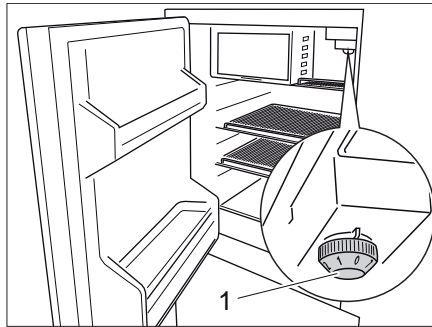

Fig. 229 Elementos de mando en el frigorífico
**Conectar:** ■ Girar el regulador de temperatura (Fig. 229,1) a la derecha. El aparato está conectado.
**Desconectar:** ■ Poner el regulador de temperatura (Fig. 229,1) en "0".
**Ajustar la temperatura:** ■ Ajustar la temperatura en el regulador de temperatura (Fig. 229,1).
- mín. (1) = potencia frigorífica mínima
- máx. (7) = potencia frigorífica máxima